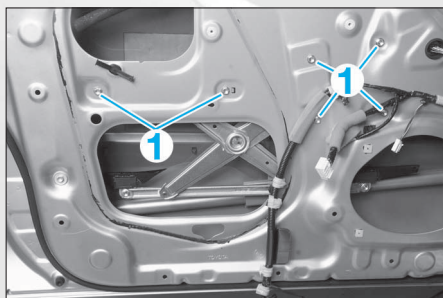

FIG. 54
- Déposer les vis de fixation (1) (Fig.54).